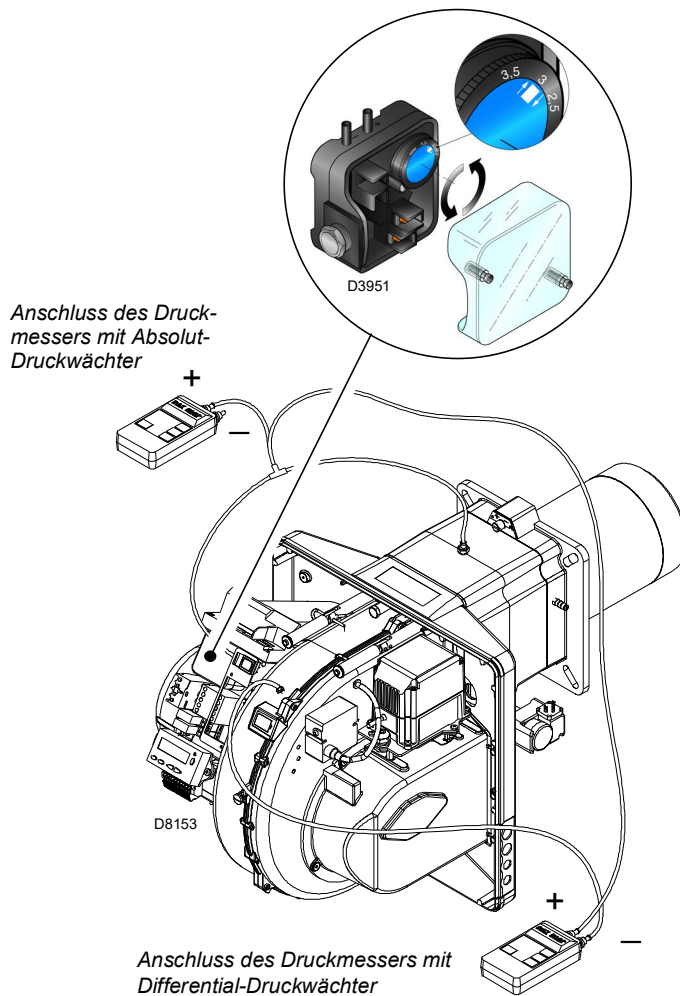

Abb. 29
- Regeln Sie den Luftdruckwächter (Abb. 29 auf Seite 33) auf den Skalenanfang.
Die Einstellung des Luftdruckwächter (Abb. 29) nach Durchführung aller anderen Einstellungen des Brenners mit auf erster Stufe eingestelltem Luftdruckwächter ausführen.
Nimmt der Brenner erneut eine Störabschaltung vor, den Drehgriff weiter geringfügig im Uhrzeigersinn drehen. Während dieser Arbeitsgänge kann es nützlich sein, einen Druckmesser zum Messen des Luftdrucks zu verwenden. Der Anschluss des Druckmessers ist in Abb. 29 angeführt. Die Standardkonfiguration ist die des absolut angeschlossenen Luftdruckwächters. Man beachte das Vorhandensein eines nicht mitgelieferten "T"-Anschlusses. Bei einigen Anwendungen mit starkem Unterdruck verhindert der Anschluss des Druckwächters dessen Umschalten. In diesem Fall ist es notwendig, den Druckwächter differential anzuschließen, indem eine zweite Leitung zwischen Luftdruckwächter und Saugleitungsöffnung des Gebläses angebracht wird. Dann muss auch der Druckmesser differential angeschlossen werden, d.h. wie in Abb. 29 gezeigt.